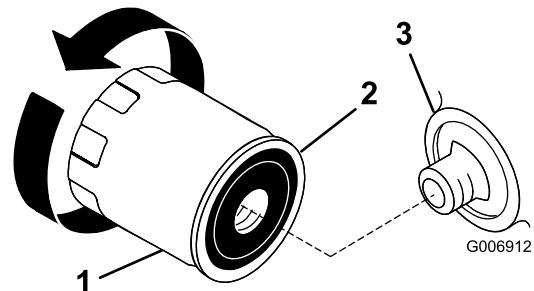

Figura 21
- Retire el filtro usado y límpie con un paño la superficie de la junta (Figura 21) del adaptador del filtro.
- Aplique una capa fina de aceite nuevo a la junta de goma sobre el nuevo filtro de aceite (Figura 21).
- Gire el filtro de aceite en el sentido de las agujas del reloj hasta que la junta de goma entre en contacto con el adaptador del filtro, luego apriete el filtro de aceite media o tres cuartos de vuelta más (Figura 21).